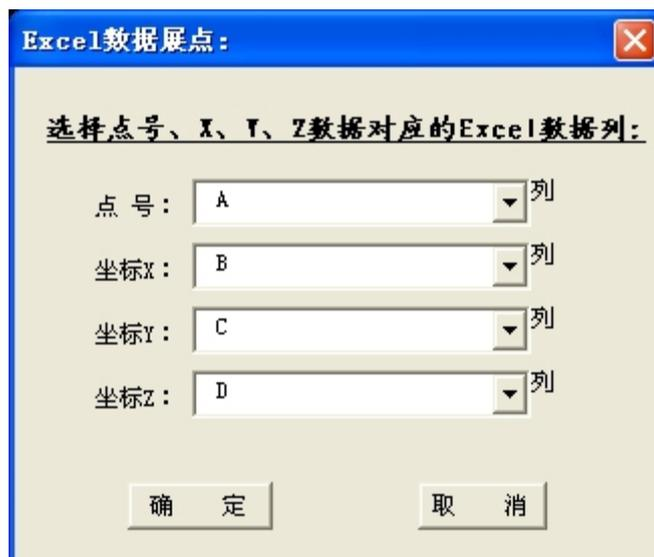

图 3-7
- 1、 点击【数据处理】【Excel 数据展点】出现图 3-7；